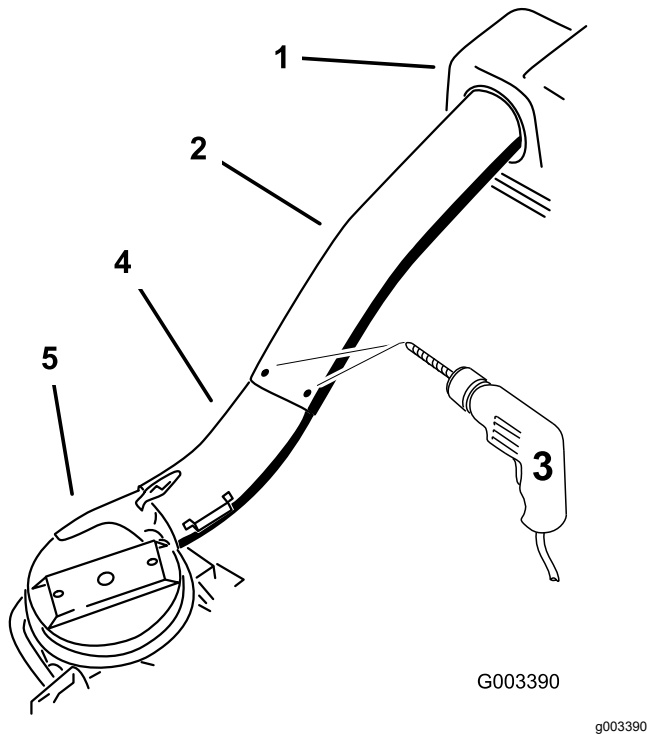

Figura 27
9. Usando los tres taladros o muescas del tubo superior como guía, perfore tres taladros (7/32" de diámetro) en el punto de unión de los tubos superior e inferior (**Figura 27**).